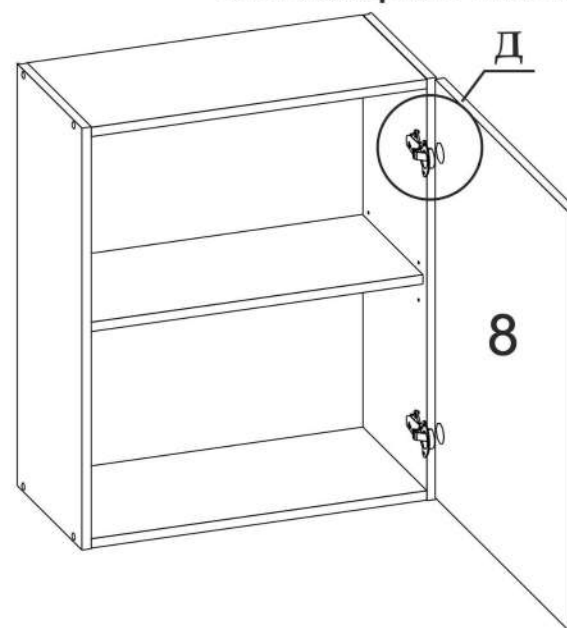

Рис. 2
- 4 Закрепите петли 21 вместе с планками 20 к дверям 8 при помощи шурупов 4X16 (рис. 2, схема Д).
- 5 Навесьте двери с закрепленными петлями на стенку 1, для этого приставьте дверь на 180° к боковой стенке, и закрепите планки петель 20 винтами на стенке 1 (рис. 2, схема Д).
Для регулировки по глубине ослабьте винт 3 и после регулировки затяните. (рис.2, схема Д).